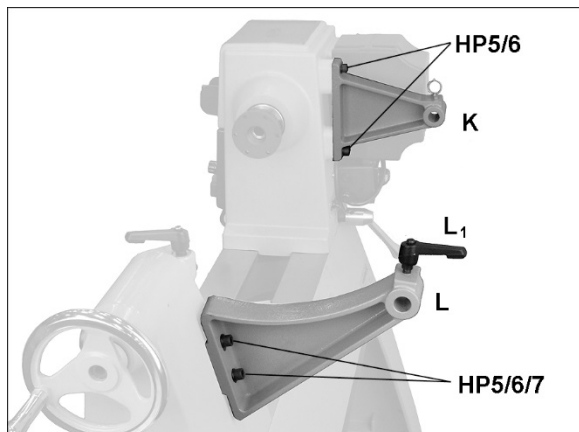

Рис. 6-3: установка кронштейнов
1. Прикрутите кронштейн защитного ограждения (К, Рис. 6-3) к передней бабке.
2. Прикрутите кронштейн копира (L, Рис. 6-3) к задней бабке. Отверстия для крепления кронштейна копира выполнены удлиненными
3. Установите запорную рукоятку (L₁, Рис. 6-3).